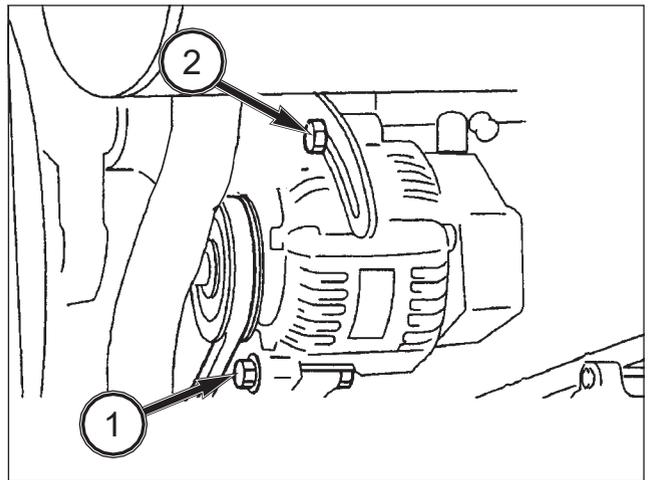

FIG. 110
FIG. 110: Para ajustar la tensión de la correa, afloje el perno pivote del alternador (1) y el perno del soporte de tensión (2). Tire hacia fuera de la parte superior del alternador para tensar correctamente la correa y apriete en primer lugar el perno (2) y, luego, el perno pivote (1).